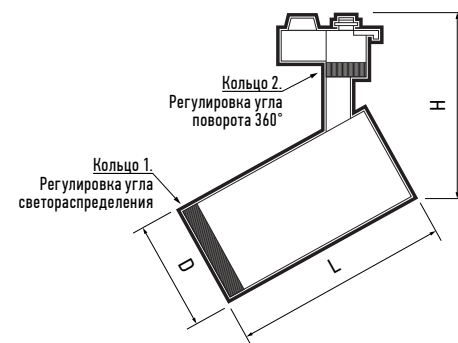

Рис.1 Прожектор PTR 0728 ZOOM
- 3.1 Прожектор снабжен фокусирующей линзой. Вращая регулировочное кольцо (Кольцо 1), расположенное в передней части корпуса светильника, можно плавно настраивать угол светораспределения от 15° до 60° (Рис. 1).